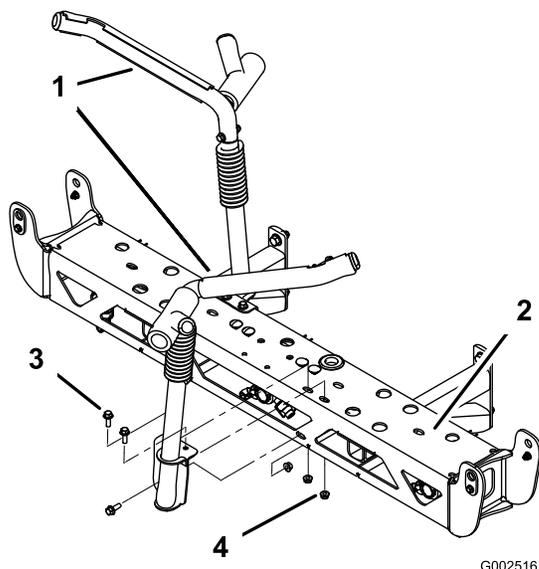

図 25
- センター・ブームに、移動走行用ブーム・クレードルを取り付ける；ボルト6本(3/8 x 1-1/4 インチ)およびロック・ナット6個(3/8 インチ)を使用する。取り付け方向は図 25を参照。